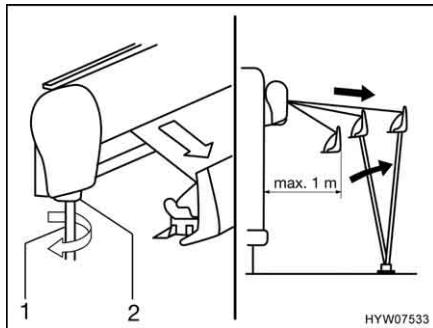

Fig. 27 Estrazione della tenda
- Inserire la manovella (Fig. 27,1) nel supporto a baionetta (Fig. 27,2) della tenda e girarla in senso antiorario.